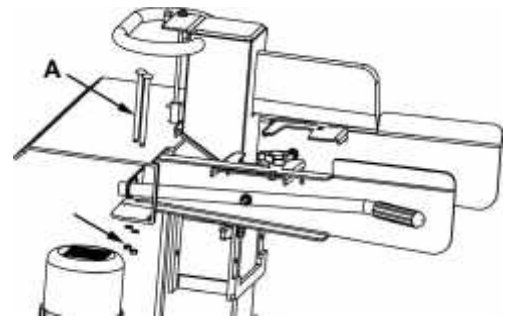

Fig.7
4.2.2.1- Montage des bras de commande (Fig.7)
- Mettre les bras de commande en place : introduire le tube du bras de commande dans l'emplacement de la jonction transversale (Fig.7).
- Faire traverser la tige d'immobilisation (A).